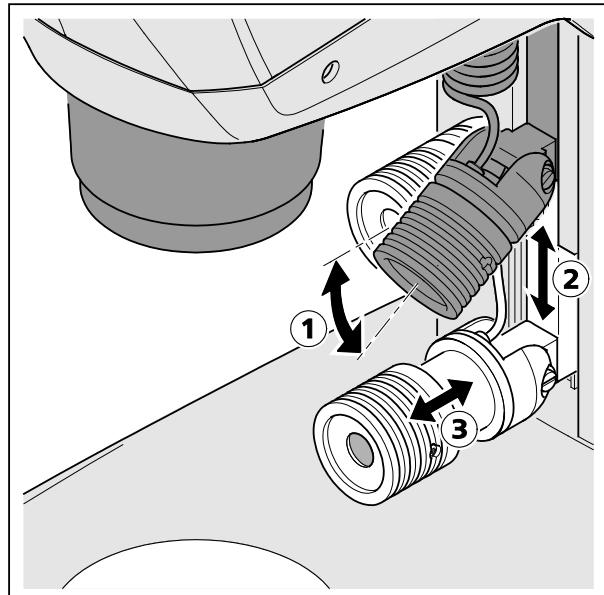

图 21 设置点光源
- 将点光源推到所需高度(图 21/2)。
- 设置点光源关节处的角度 (图 21/1)，从而让观察对象达到最佳照射效果。
- 通过轴向移动对焦部件 (图 21/3) 来设置点的大小和亮度 (照射变焦)。